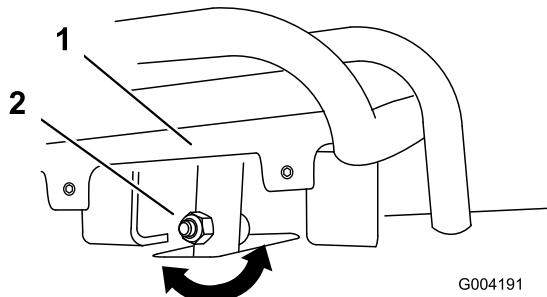
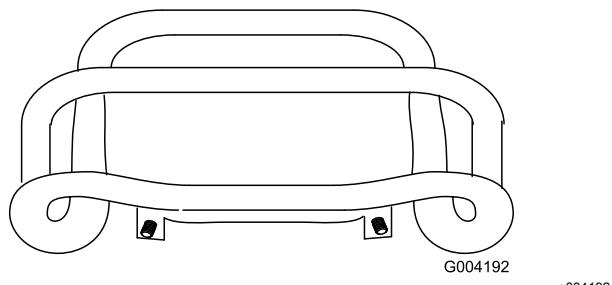

Figura 55
Figura 56
4. Se a parte da frente do controlo não ficar alinhada com a barra de referência, desaperte a porca e o parafuso na haste do controlo de tração (Figura 55).
5. Ajuste o controlo de tração de modo a que fique alinhado com a barra de referência quando é puxado a direito para trás (Figura 55 e Figura 56).
C. Desaperte a porca flangeada e o parafuso na haste do controlo de tração (Figura 55).
I. Ajuste o controlo de tração de modo a que fique alinhado com a barra de referência quando é puxado a direito para trás (Figura 55 e Figura 56).